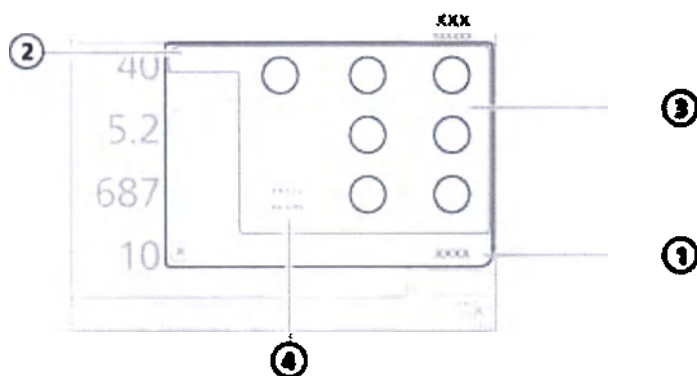

Рисунок 5-5. Настройки на вкладке «Базовый»,
- Кроме контролируемых параметров, в окне «Базовый» отображаются временные характеристики дыхательного цикла, определяемые на основе контролируемых временных параметров (см. рис. 5-5).
1. Откройте окно «Управление» -> «Базовый» (рис. 5-5).
После перехода в другой режим автоматически открывается окно «Базовый», в котором отображаются название нового режима и настройки параметров (рис. 5-5). Просмотрите и подтвердите предлагаемые параметры. Без подтверждения переход в другой режим не будет выполнен.